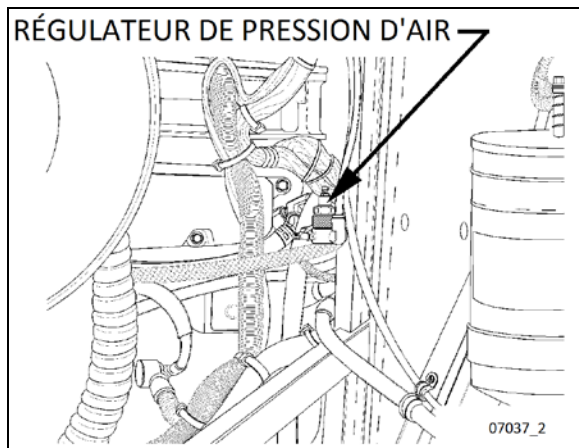

FIGURE 14: RÉGULATEUR DE PRESSION (TYPIQUE)
24. Régler la pression du ralentisseur à  $80 \pm 3$  psi au moyen du régulateur de pression d'air. Pour plus d'information, se reporter à la section 12 : *Circuit De Freinage Et D'air*, sous « *Régulateur De Pression D'air* ». Le régulateur de pression d'air se trouve à l'arrière du compartiment moteur, du côté droit (Figure 14) ou dans le compartiment de service arrière droit.